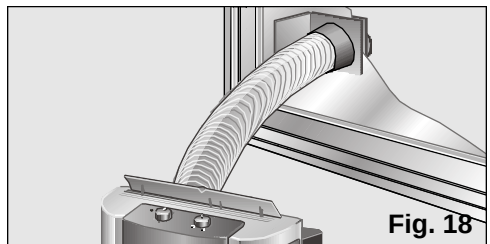

Fig. 18
- ❑ In het geval dat het gaat om een vaste installatie via een raam, gebruikt men alleen het transparante eindstuk van het onderdeel en moet er in het glas een opening gemaakt worden van 10,5 cm, **Fig. 18.**